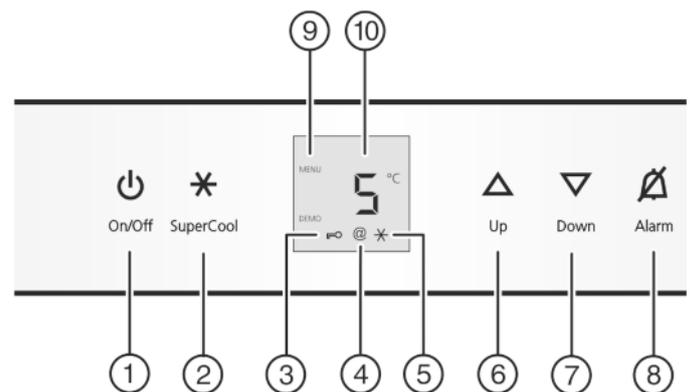

Fig. 2
- ▶ Taste On/Off Fig. 2 (1) drücken.
- Das Symbol SmartDevice-Box Fig. 2 (4) wird angezeigt und blinkt -> Die SDB ist nicht verbunden.
- Das Symbol SmartDevice-Box Fig. 2 (4) wird angezeigt und blinkt nicht -> Die SDB ist verbunden.
- Das Symbol SmartDevice-Box Fig. 2 (4) wird nicht angezeigt -> Die SDB ist nicht aktiv, wurde nicht korrekt eingesteckt oder der SDB-Konnektor wurde nicht korrekt installiert.
- ▶ Einstellmodus aktivieren: Taste SuperCool Fig. 2 (2) ca. 5 s drücken.
- ▷ Das Symbol Menu Fig. 2 (9) leuchtet.
- ▶ Mit Einstelltaste Up Fig. 2 (6) und Einstelltaste Down Fig. 2 (7) 2 wählen.
- ▶ Die Taste SuperCool Fig. 2 (2) kurz drücken, um zu bestätigen.
- ▶ Mit Einstelltaste Up Fig. 2 (6) und Einstelltaste Down Fig. 2 (7) 20 wählen.
- ▶ Mit Einstelltaste Up Fig. 2 (6) und Einstelltaste Down Fig. 2 (7) 21 wählen.
- ▶ Mit Einstelltaste Up Fig. 2 (6) und Einstelltaste Down Fig. 2 (7) 2d wählen.
- ▶ Mit Einstelltaste Up Fig. 2 (6) und Einstelltaste Down Fig. 2 (7) 2H wählen.
- ▶ Mit Einstelltaste Up Fig. 2 (6) und Einstelltaste Down Fig. 2 (7) 2L wählen.
- ▶ Einstellmodus deaktivieren: Taste On/Off Fig. 2 (1) drücken.
- ▶ Einstellmodus aktivieren: Taste SuperCool *Fig. 2 (2)* ca. 5 s drücken.
- ▶ Die Taste SuperCool *Fig. 2 (2)* kurz drücken, um zu bestätigen.
- ▶ Zum Einschalten der Kindersicherung Taste SuperCool *Fig. 2 (2)* kurz drücken.
- ▷ Das Symbol Kindersicherung *Fig. 2 (3)* leuchtet. In der Anzeige blinkt **c**.
- ▶ Zum Ausschalten der Kindersicherung Taste SuperCool *Fig. 2 (2)* kurz drücken.
- ▷ Das Symbol Kindersicherung *Fig. 2 (3)* erlischt. In der Anzeige blinkt **c**.
- ▶ Einstellmodus deaktivieren: Taste On/Off *Fig. 2 (1)* drücken.